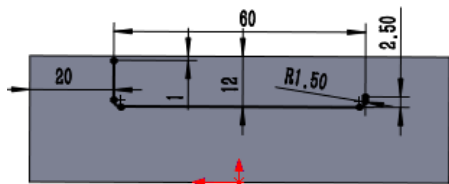
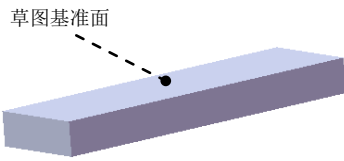

图 13.2.4 草图 1
图 13.2.5 草图基准面
(3) 定义拉伸深度属性。
① 定义深度方向。采用系统默认的深度方向。
② 定义深度类型和深度值。在“凸台—拉伸”对话框 **方向 1** 区域的下拉列表中选择 **给定深度** 选项，在  中输入深度值 10.0。
(4) 单击  按钮，完成凸台—拉伸 1 的创建。
Step3. 创建图 13.2.4 所示的草图 1。
(1) 选择下拉菜单 **插入(I)** → **草图绘制** 命令。
(2) 定义草图基准面。选取图 13.2.5 所示的表面作为草图基准面。
(3) 绘制草图。在草图环境中绘制图 13.2.4 所示的草图 1。
③ 选择下拉菜单 **插入(I)** → **退出草图** 命令，退出草图设计环境。